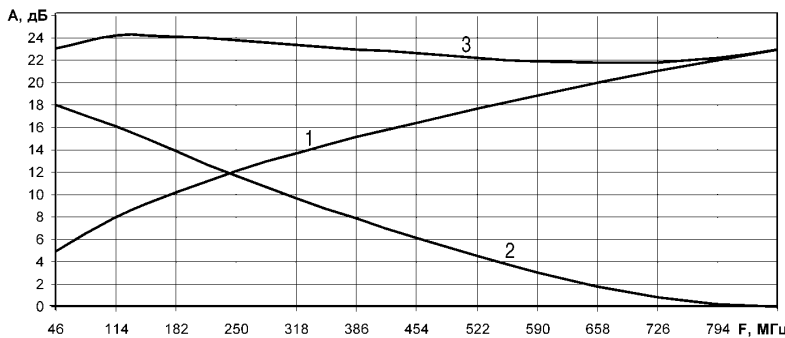

рис. 3
На рис.3 показаны: 1 – АЧХ кабеля ComScore-540 длиной 355,5 м; 2 – АЧХ КВ с рабочим затуханием $A_n = 18$ дБ; 3 – суммарная АЧХ КВ и кабеля.
6. Для компенсации потерь в магистральном кабеле и КВ коэффициент усиления УМ должен быть не менее 25 дБ (см. рис.3), а с учетом потерь в кабеле при его старении – более 27 дБ.